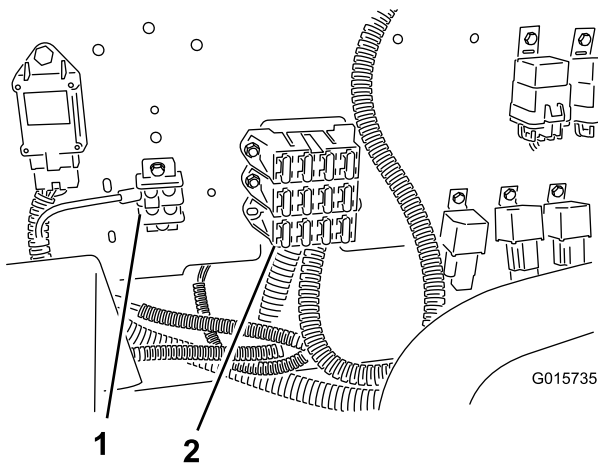

Bild 20
4. Ermitteln Sie die vorhandenen Sicherungsblöcke an der Maschine und befestigen Sie den Sicherungsblock, der am Kabelbaum angeschlossen ist, indem Sie ihn an der Unterseite des darüberliegenden Sicherungsblocks befestigen (Bild 20).
5. Schließen Sie die Erdanschlussklemme am Kabelbaum am Erdanschlussklemmenblock an (Bild 20).